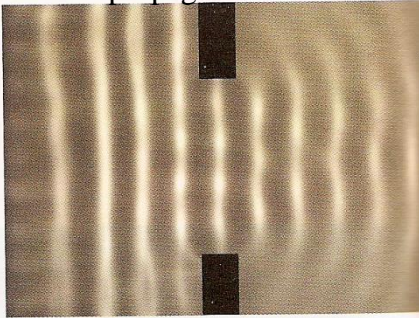

Fig. 1 Ondes à la surface de l'eau, à travers une fente de largeur 5,0 cm.
2. Comparer l'importance du phénomène sur les figures 1 et 2. Conclure.
3. Déterminer, avec le plus de précision possible, la longueur d'onde λ de l'onde incidente et celle de l'onde diffractée sur les figures 1 et 2. Conclure.
4. Comparer λ à la largeur de l'ouverture (figures 1 et 2). Que peut-on en conclure ?